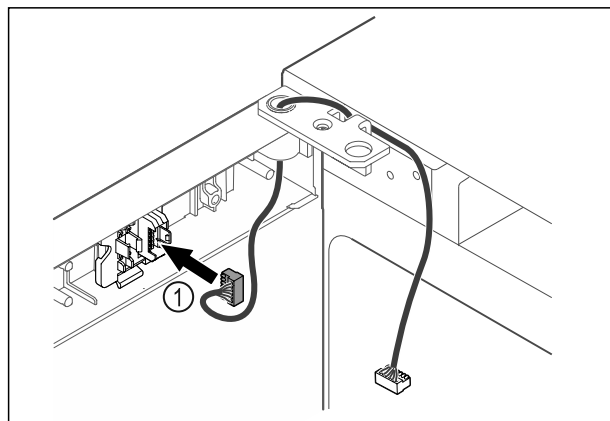

Fig. 41
- Inserire il connettore Fig. 41 (1) nel porta-connettore.